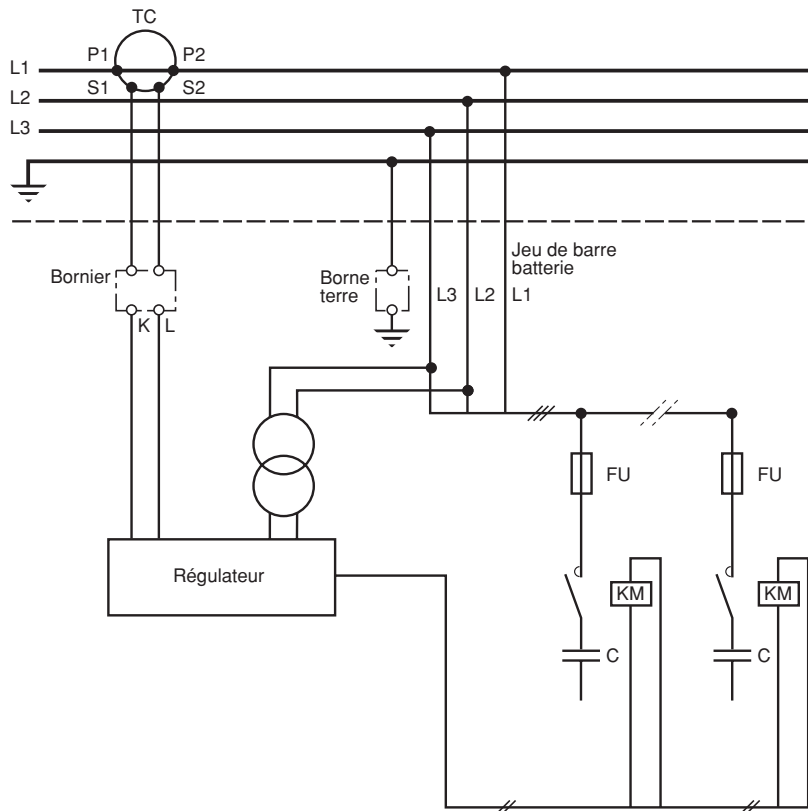

Fig. 10 Schéma électrique de principe, armoires type standard, et surisolé
Le raccordement électrique se fait selon les schémas électriques, (page 6, fig. 10 et 11). Pour le raccordement de puissance, il faut prévoir un organe de protection, si nécessaire.
- raccorder les informations en provenance du TC, S1 sur la borne K et S2 sur la borne L du bornier (fig. 10, 11 et 12).